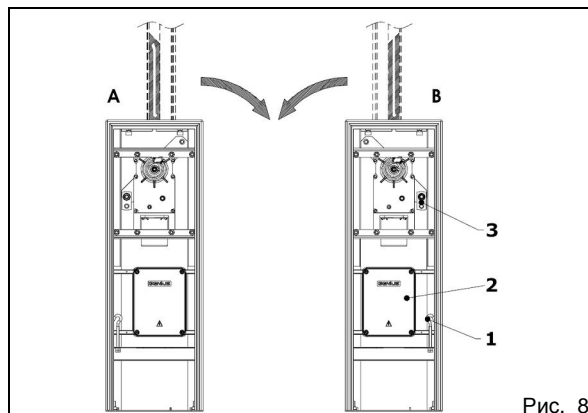

Рис. 8
**ВНИМАНИЕ!** Шлагбаумы выпускаются в левом исполнении (со опусканием стелы вправо – см. рис. 8, поз. А).
Чтобы перенастроить привод для опускания стелы влево (рис. 8, поз. В), следует:
- Снять тягу (рис. 8, поз. 1).
- Переставить блок управления справа налево рис. 8, поз. 2.
- Установить тягу (рис. 8, поз. 1) в отверстие, расположенное справа от блока управления.
- Якорь пружины (рис. 8, поз. 3) переставить с левого штифта на правый.